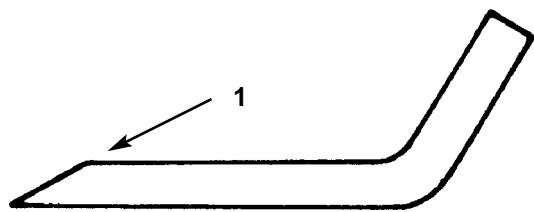

Fig. 36
- Utilizzate una lima per affilare il tagliente da ambo le estremità della lama (Fig. 36). Mantenete l'angolo originale. La lama mantiene il bilanciamento se lo stesso quantitativo di materiale viene asportato da entrambi i taglienti.